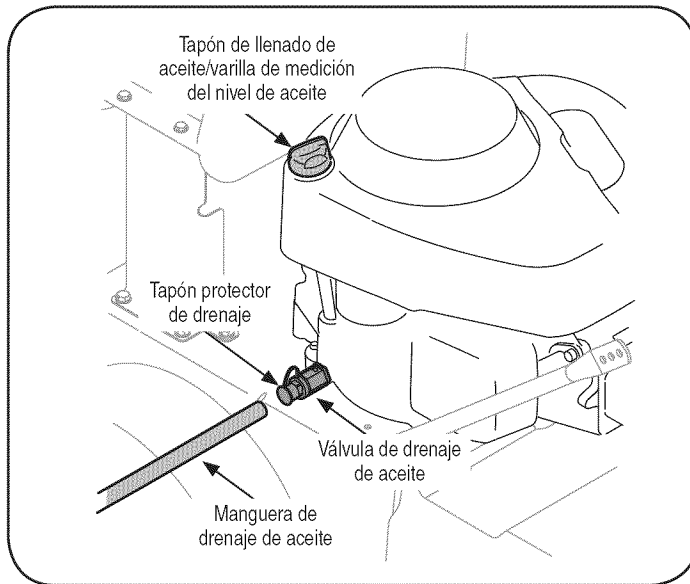

Figura 12
2. Abra el tapón protector en el extremo de la válvula de drenaje de aceite para dejar expuesto el orificio de drenaje, Figura 12.
3. Retire el tapón de llenado de aceite /la varilla de nivel de aceite del tubo de llenado, Figura 12.